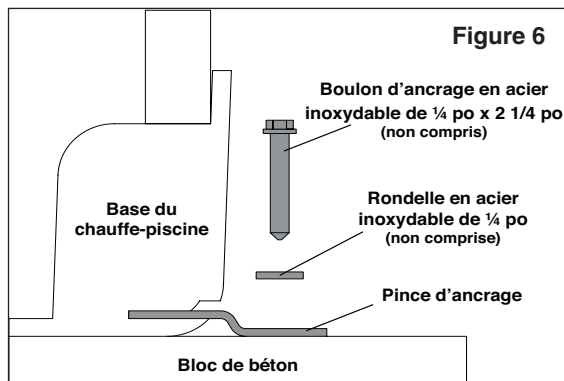

Figure 6
7. Insérer un boulon d'ancrage à travers chaque pince dans l'ancrage et serrer pour fixer la pince et le chauffe-piscine à la plateforme d'installation. Voir **Figure 6**.
**Remarque :** Les boulons d'ancrage devraient être resserrés à environ quatre (4) pi/lb.